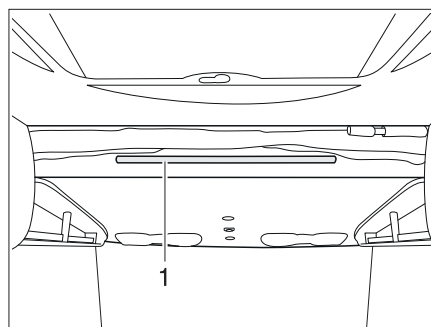

Bild 170 Hubbett elektrisch
- Die Aufstiegsleiter mit den beiden Bügeln in die Haltstange (Bild 170,1) am Hubbett einhängen.